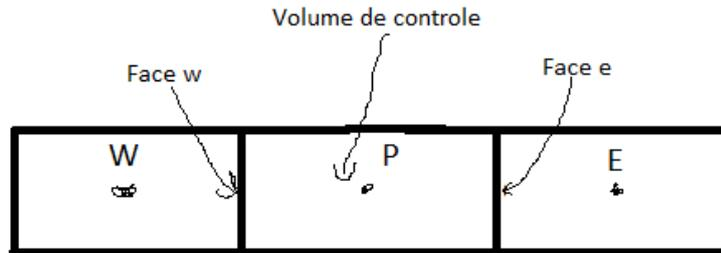

Figura 1
Considere inicialmente o volume de controle na figura 1 a seguir:
Integrando a equação (1) no volume de controle da figura 1, obtém-se: